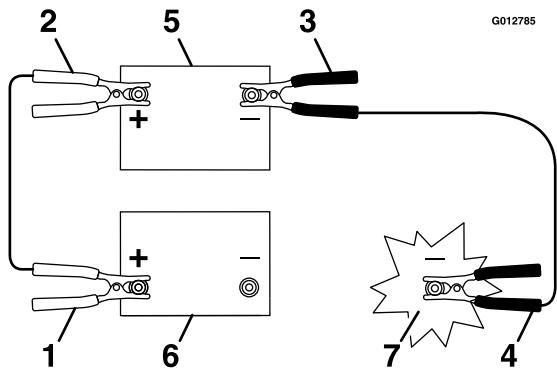

Figura 56
3. Conecte el cable positivo (+) al borne positivo (+) de la batería descargada que está conectado al motor de arranque o al solenoide, según se indica en Figura 56.